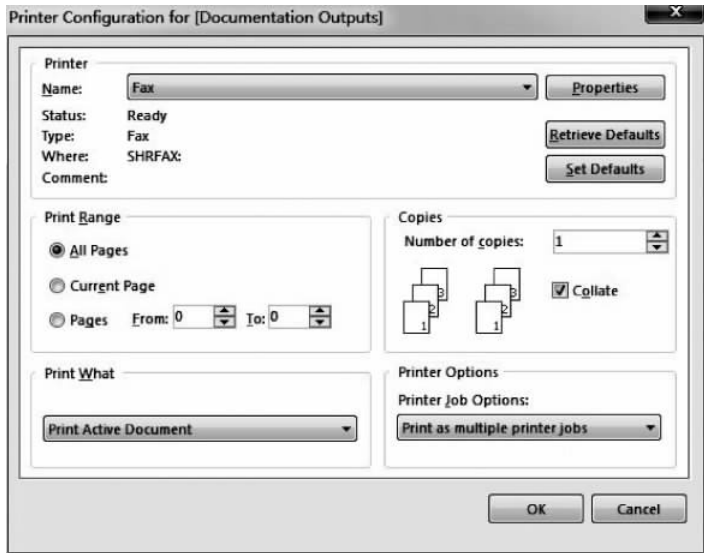

图 3-24 打印机设置对话框
(2) 完成页面设置后,单击【Schematic Print Properties】对话框中的【Printer Setup】按钮,系统将弹出图 3-24 所示的【Printer Configuration for [Documentation Outputs]】(打印机设置[文档输出])对话框,在该对话框中可以对打印机进行设置。
单击菜单栏【File】|【Print】命令,可以直接弹出图 3-24 所示的打印机设置对话框,单击【OK】按钮,在连接打印机的情况下,可直接打印输出原理图。单击工具栏中的  按钮,则不弹出打印机设置对话框,系统直接打印输出原理图。